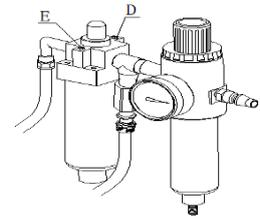

Fig 9
Vider l'eau dans le filtre à air une fois par jour pour assurer la performance du cylindre. L'entretien suivant doit être effectué au moins une fois par mois : vérifier le niveau d'huile dans le générateur de brouillard, faire l'appoint avec de l'huile SAE30# si nécessaire, appuyer sur la pédale pour bloquer le pneu 5-6 fois, vérifier si l'huile dans le générateur de brouillard fuit, continuer le fonctionnement, Appuyez deux fois à chaque fois, laissez tomber une goutte d'huile, sinon ajustez la vis (E) qui contrôle l'entrée d'huile avec un tournevis. (Fig 9)